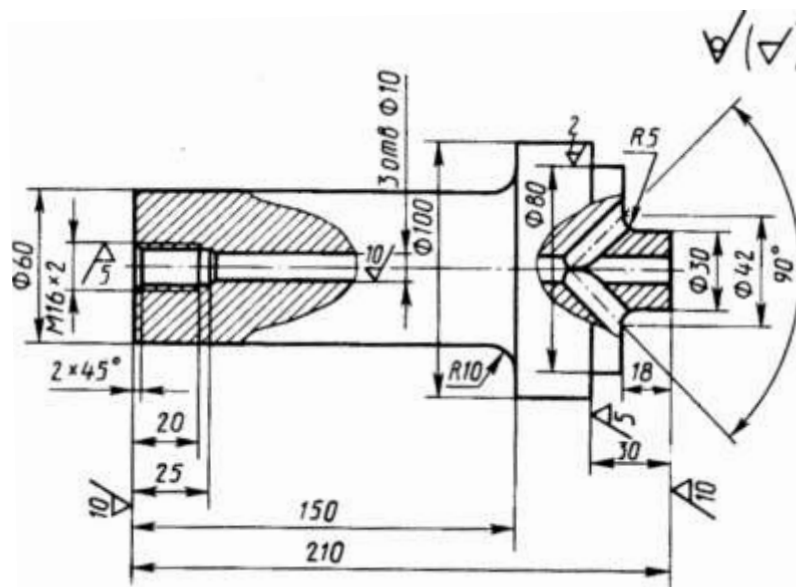

Рис. 25
В начале технологической части в соответствии с вариантом задания приведите чертеж детали (рис. 25–34). Следует учесть, что на рис. 25–34 изображены детали, полученные после механической обработки поковок, чертежи которых разрабатываются студентами в процессе выполнения задания.
2. Разработайте процесс изготовления поковки детали (рис. 25) методомковки на паровоздушном ковочном молоте. При выполнении работы следует: описать сущность процессаковки и указать области ее применения; изобразить схему молота и описать его работу; установить температурный интервалковки, вид нагревательного устройства и привести схему печи; составить чертеж поковки и определить ее массу; привести эскизы переходовковки и применяемого инструмента; с учетом технологических отходов